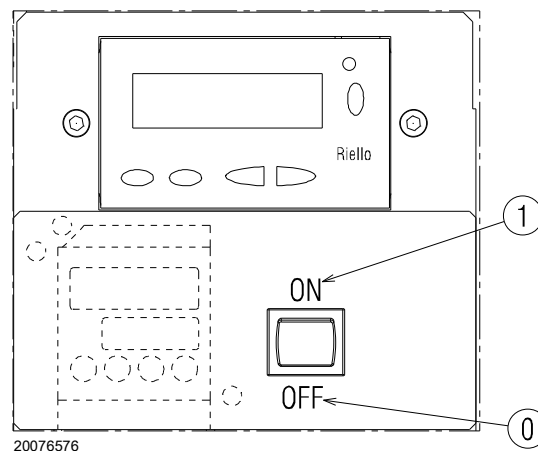

图 30
闭合温控器 / 压力开关，旋转 图 30 的开关至位置“1/ON”。
- 将图 30 中的开关 1) 置于位置“0/OFF”处，并等待控制器启动停机程序；